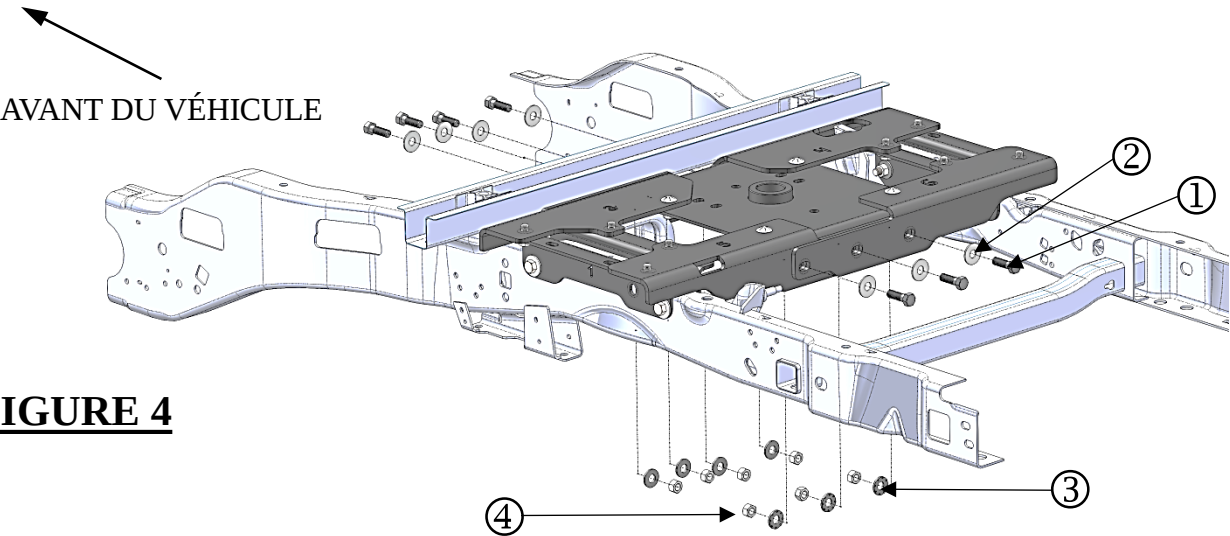

FIGURE 4
- 3. **Étape 2, Figure 4.** Poser les boulons hexagonaux (7) 5/8-11 x 2.00 Gr. 8 (#1) , les rondelles plates (7) 5/8" dia. (#2), les rondelles coniques (7) 5/8" dia. (#3) et les écrous hexagonaux (7) 5/8-11 Gr. 8 (#4) comme illustré à travers les traverses et la section centrale. Il peut s'avérer nécessaire d'utiliser une tige de positionnement fuselée pour aligner correctement les trous et les fentes afin de fixer ces pièces d'une façon sûre.